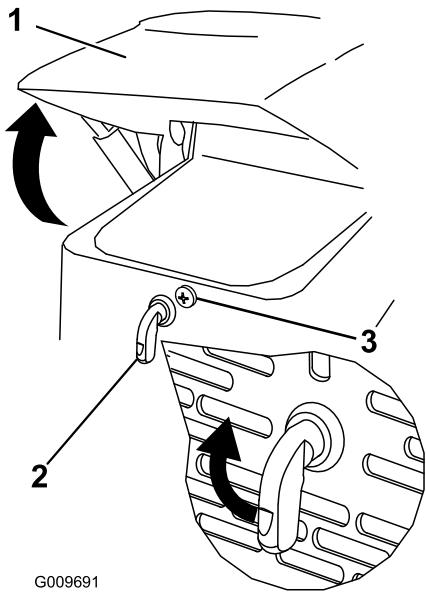

Figure 26
- Desserrez la vis de verrouillage du capot (Figure 26)
- Tournez le verrou du capot dans le sens horaire (Figure 26).
- Soulevez le capot (Figure 26).
- Serrez la vis de verrouillage du capot pour fixer le verrou (Figure 26).